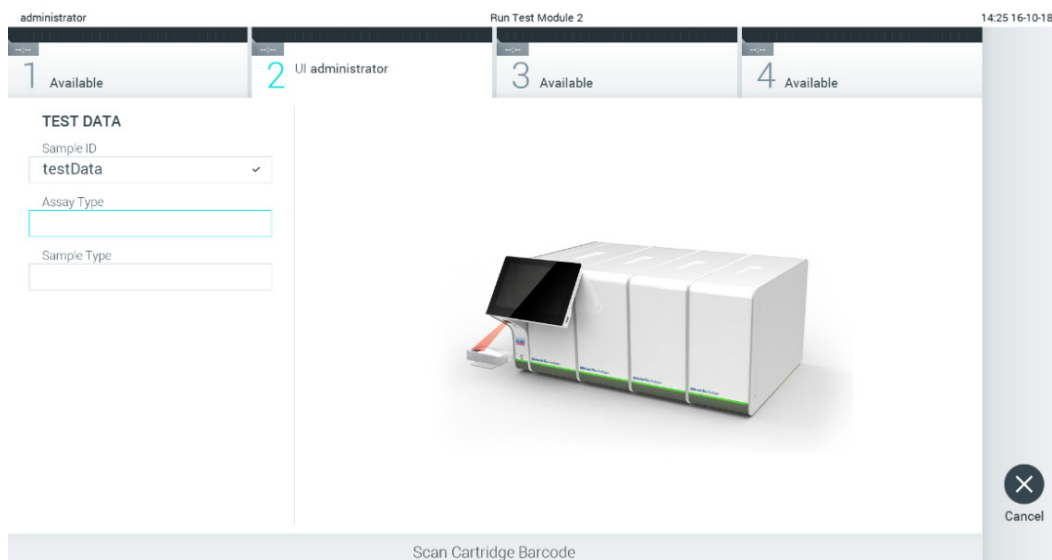

図 24. QIAstat-Dx アッセイカートリッジバーコードをスキャン。
3. 指示されたら、使用する QIAstat-Dx アッセイカートリッジのバーコードをスキャンします。QIAstat-Dx Analyzer 1.0 が、QIAstat-Dx アッセイカートリッジのバーコードに基づいて、実行するアッセイを自動認識します (図 24)。